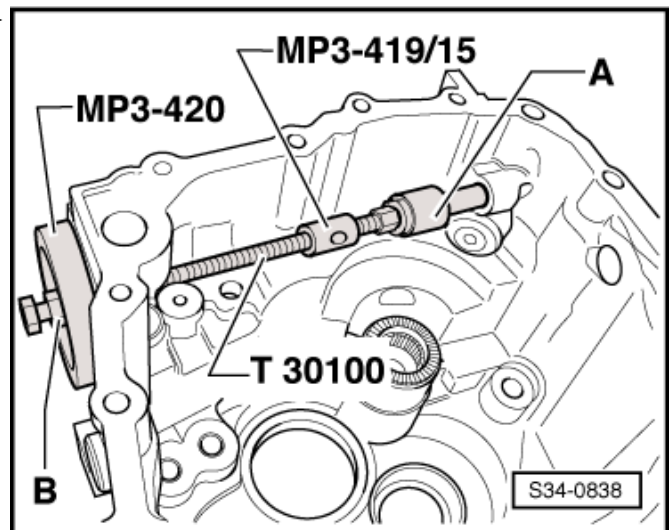

Abb. 15: Lagerbuchse -A- für Schaltwelle bis Werkzeuganschlag eintreiben ►
- ☐ eintreiben ⇒ Abb. 15 in **34-7** Seite 7